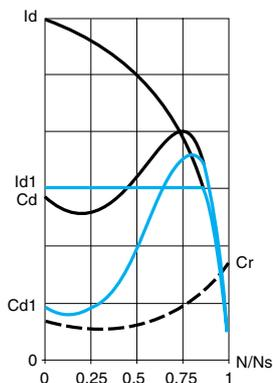

Figura 1
■ La figura 1 illustra l'evoluzione della coppia in funzione della corrente di avviamento.